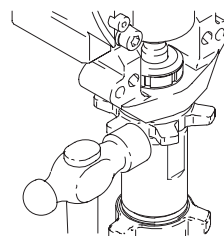

Fig. 11
6. Fig. 11. Enrosque a fondo la contratuerca (56) en la bomba. Apriete a mano la contratuerca, y después golpee ligeramente con un martillo de 20 onzas (máximo) para girarla 1/8 a 1/4 de vuelta, a un par aproximado de 75 ± 5 ft-lb (102 N-m).